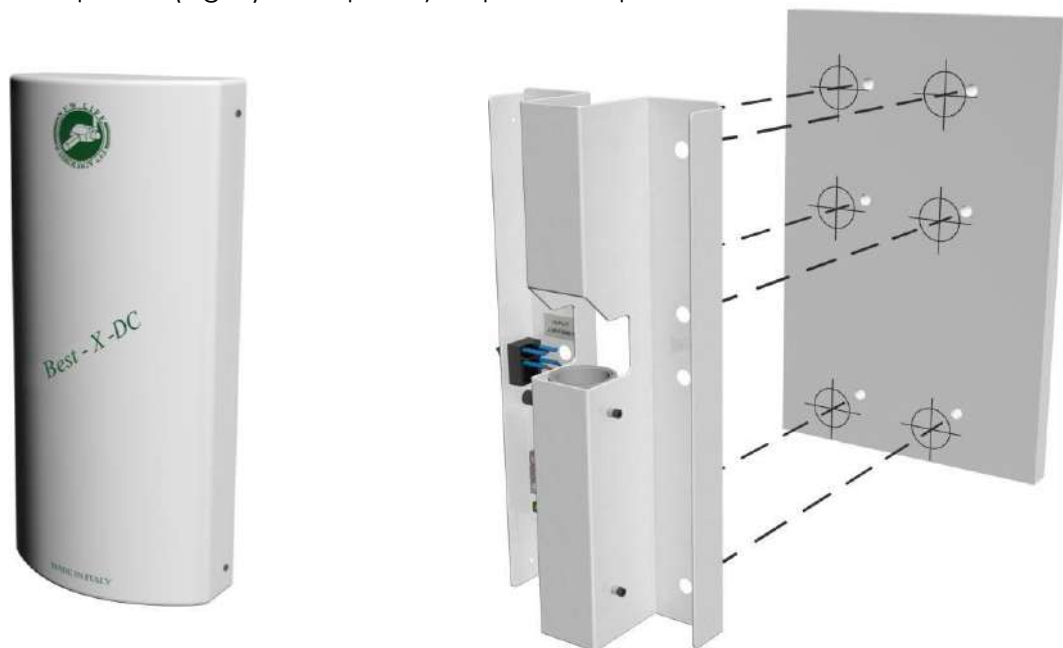

Fig. 1 Fig. 2
- ✓ Acest echipament este livrat cu o placă pentru fixare pe perete (**A**), închisă cu un capac din plastic (Fig. 1).. Îndepărtați capacul din plastic.